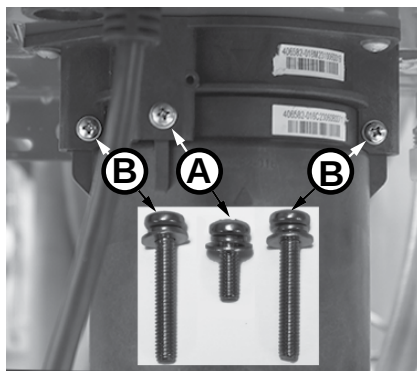

Figura 244 - Identifique los tornillos del cartucho.
5 Ubique los tres (3) tornillos que fijan el cartucho X3®/de derivación, como se muestra en la Figura 244. Retire el tornillo **A** M4-12 mm y los dos tornillos **B** M4-25 mm del cartucho. Deje los tornillos a un lado en un lugar seguro para volver a instalarlos.